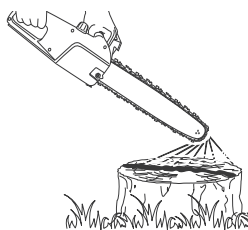

Fig. 16
- > Lancez le moteur, laissez-le tourner à vitesse moyenne et vérifiez que l'huile de chaîne est libérée comme sur l'illustration ci-contre (Fig. 16).